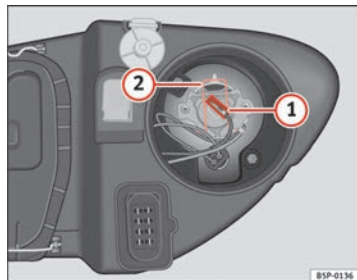

Fig. 168 Feux de route
- Retirez le connecteur ⇒ fig. 168 ① de l'ampoule.
- Appuyez sur le ressort ⇒ fig. 168 ② vers l'intérieur et vers la droite.